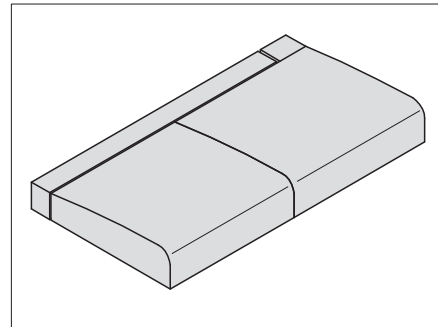
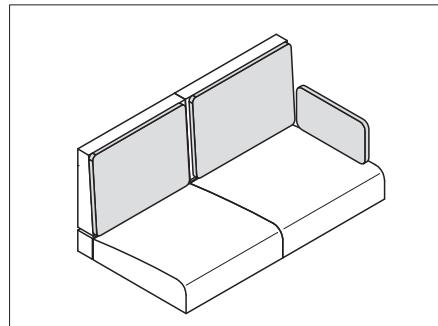

Bild 204 Positionera säten
Bild 206 Dynor för ryggstöd
- Lägg på sits-, ryggstöds- och extradynor så som visas på Bild 204 till Bild 206.